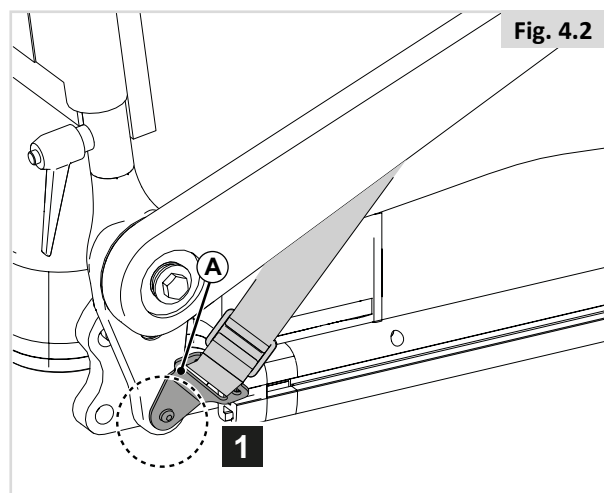

Fig. 4.2
1. Prenda (A) à estrutura do assento com um parafuso à esquerda e à direita. (Fig. 4.2)